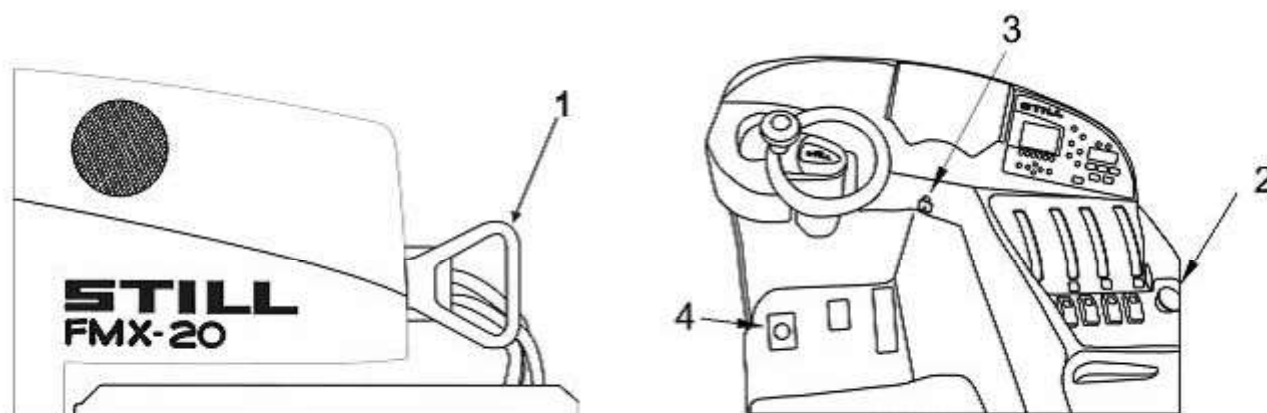

Fig. 2.9-1
Inserir o conector da bateria (*Fig. 2.9-1; item 1*).
Destruvar o botão de desligamento de emergência (*Fig. 2.9-1; item 2*).
Ligar a chave de contato (*Fig. 2.9-1, item 3*).
Somente com o pedal homem morto (*Fig. 2.9-1, item 4*) ligado, liberta-se a corrente de marcha. Além disso, o pé esquerdo encontra-se protegido no interior do veículo.